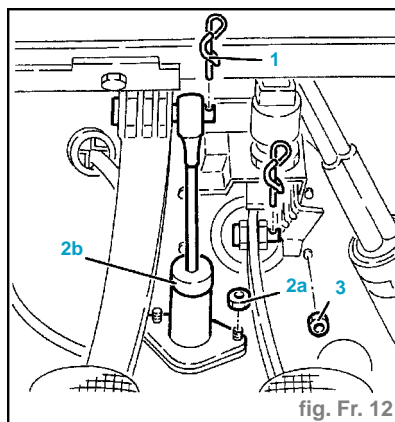

fig. Fr. 12
- Enlever l'arrêt (1) et détacher le maître-cylindre d'embayage de la pédale de commande correspondante (fig. Fr. 12).